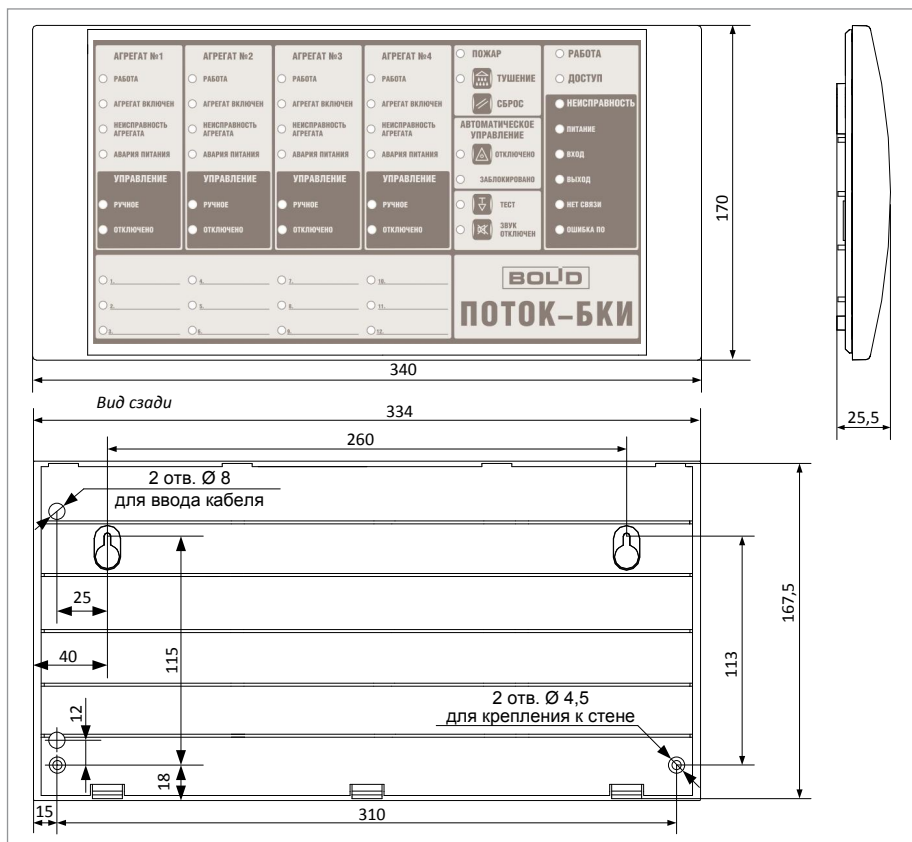

Рисунок 10. Внешний вид и габаритные размеры приборов
1. Наметьте на стене места для четырех установочных отверстий в соответствии с габаритным чертежом (см. рис. 10).